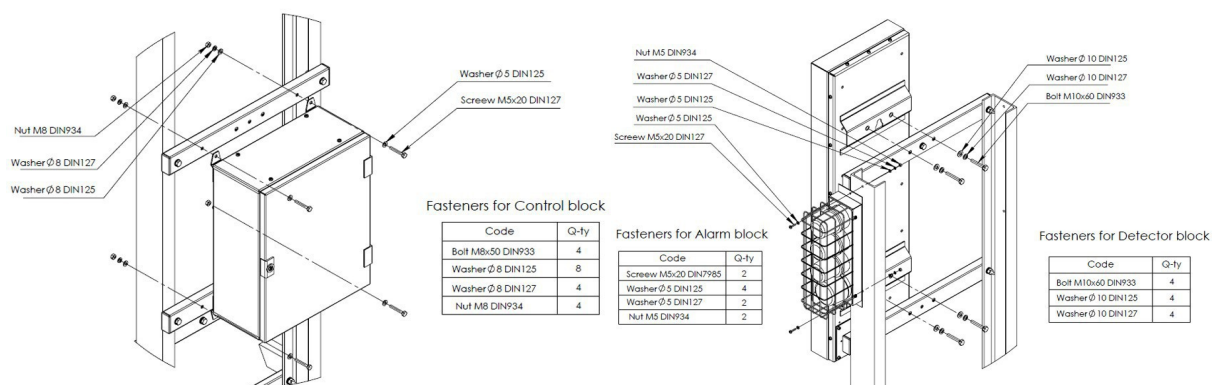

Figura 2.7. Montaje del bloque de control, el bloque de detección y el anunciador local
8. Monte el bloque de control según la Figura 2.7.